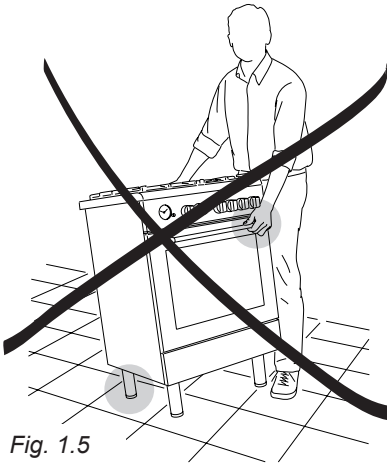

Fig. 1.5
**ATTENZIONE:** Non utilizzare la maniglia del forno per movimentare la cucina (fig. 1.5).